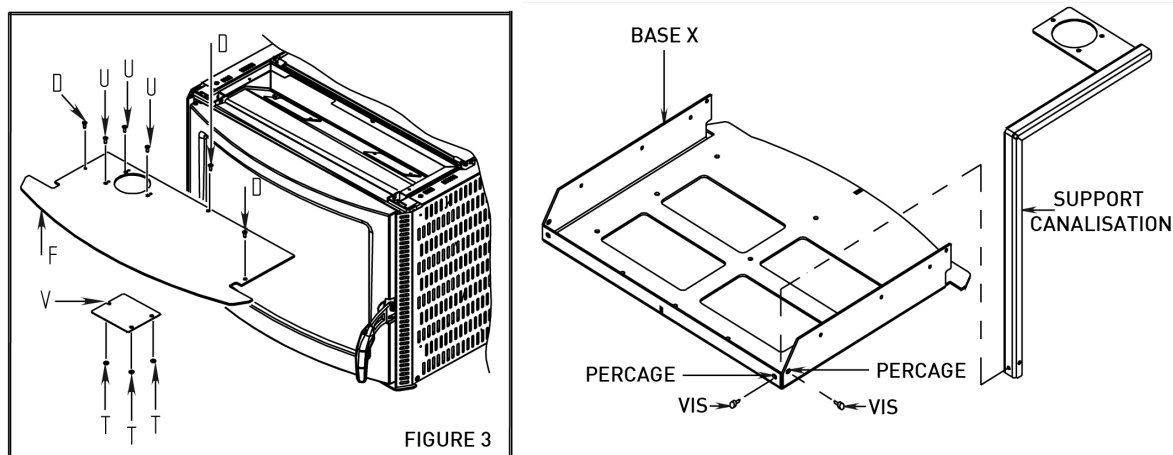

FIGURE 3
Prendre le socle X et le positionner comme indiqué figure 3 (dans le cas d'une installation avec le kit de support et chargement voir le chapitre 5.4). Le fixer avec des chevilles à expansion en acier diamètre 10mm comme indiqué figure 3. L'utilisation ou non de la totalité des possibilités de fixation (Y) dépend du type de matériaux. Dans tous les cas la surface doit être dure, solide, compacte et à niveau. Pour mettre en place l'Insert 49, avancer complètement les deux guides du support. Poser ensuite l'insert sur le support (X) en veillant à enclencher les guides fixes de l'insert aux guides mobiles du support (figure 4).